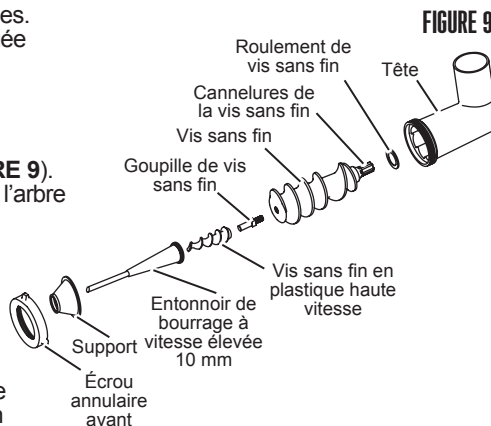

FIGURE 9
3. Insérer la vis sans fin, avec le roulement de la vis sans fin fixé, dans la tête (**FIGURE 9**). Aligner les cannelures de la vis sans fin à l'arbre d'entraînement du hachoir.